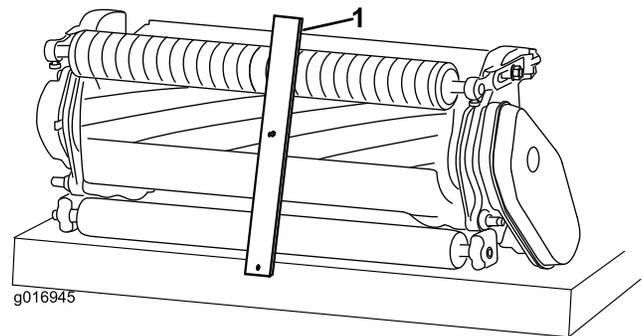

图15
2. 将剪草高度调刀尺的螺丝头钩在底刀刀刃的右侧并将调刀尺的后端放到滚筒后部上 **图15**。